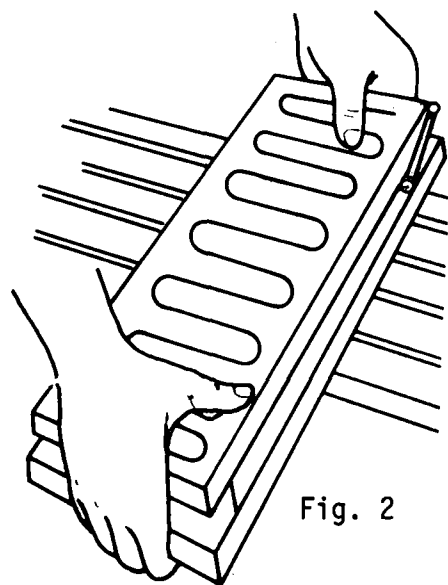

Fig. 2
- b Apoie a placa magnética sobre a mesa (fig. 2) e posicione-a.